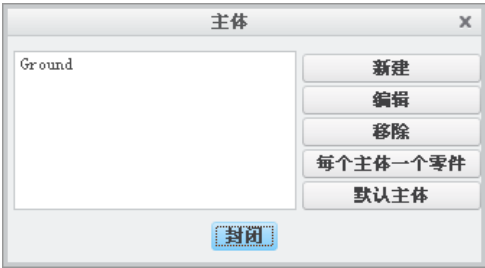

图 10.3.1 “主体”对话框（一）
(1) 设置工作目录和打开文件。
① 将工作目录设置至 D:\Creo1.2\work\ch10\ch10.03。
- ② 打开文件 target.asm。
- (2) 单击 **应用程序** 功能选项卡 **运动** 区域中的“动画”按钮，进入“动画”模块。
- (3) 定义主体。
- ① 单击 **动画** 功能选项卡 **机构设计** 区域中的“主体定义”按钮，此时系统弹出图 10.3.1 所示的“主体”对话框（一）。